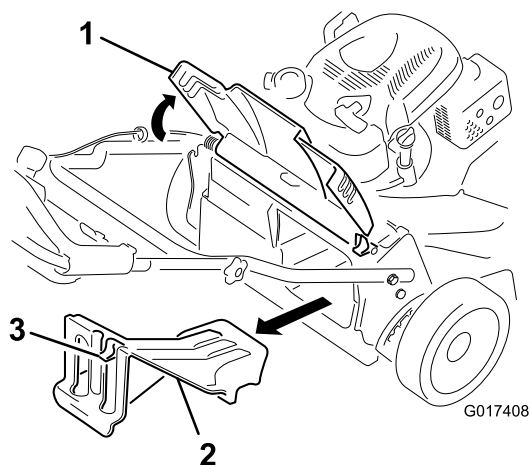

Рисунок 26
1. Поднимите и удерживайте заднюю крышку (Рисунок 26).
2. Снимите заднюю выпускную заглушку, нажав вниз на защелку большим пальцем и вытянув заглушку из машины (Рисунок 26).